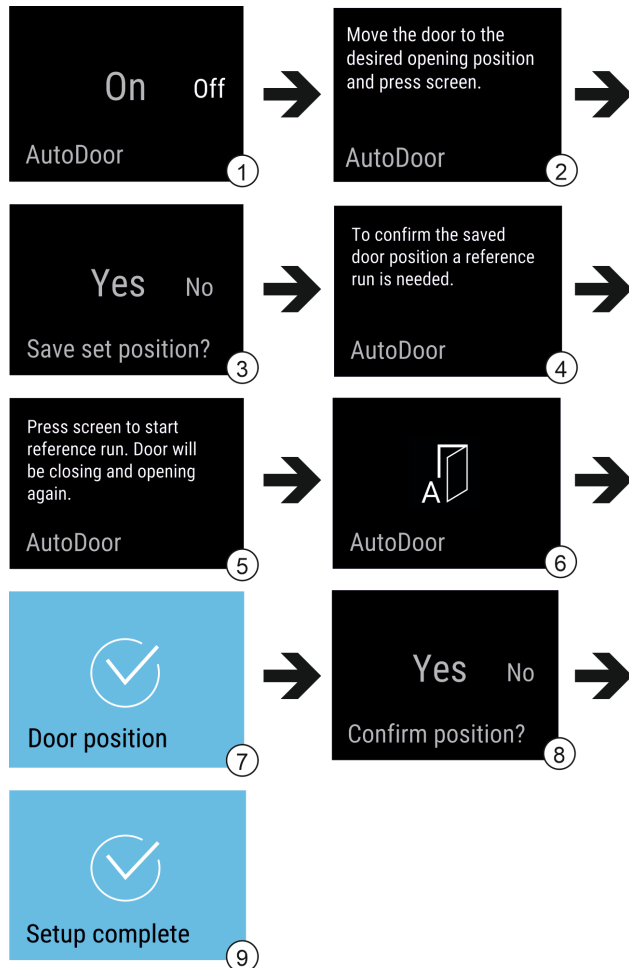

Fig. 10 Příkladné zobrazení indikací v angličtině
- ▶ Aktivujte AutoDoor: Zobrazení na displeji přepněte na On. Fig. 10 (1)
- ▶ Displej podržte stisknutý 3 sekundy. Fig. 10 (1)
- ▶ Nakonfigurujte úhel otevření dveří: Otevřete dveře alespoň na 70°. Fig. 10 (2)
- ▶ Potvrďte úhel otevření dveří: Klepněte na hlášení na displeji. Fig. 10 (3)
- ▶ Spusťte referenční běh: Klepněte na displej. Fig. 10 (5)
- ▷ Displej bliká. Fig. 10 (6)
- ▷ Referenční běh je úspěšný: Displej na 2 sekundy zmodrá. Fig. 10 (7)
- ▶ Potvrďte úhel otevření dveří. Fig. 10 (8)
- ▷ Displej zmodrá. Fig. 10 (9)